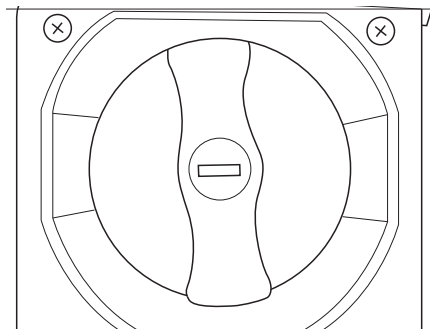

Bild 66 Einfüllöffnung Frischwassertank
- Den Frischwassertank mit geeignetem Einfüllschlauch oder Kanister über die Einfüllöffnung befüllen (Bild 66).